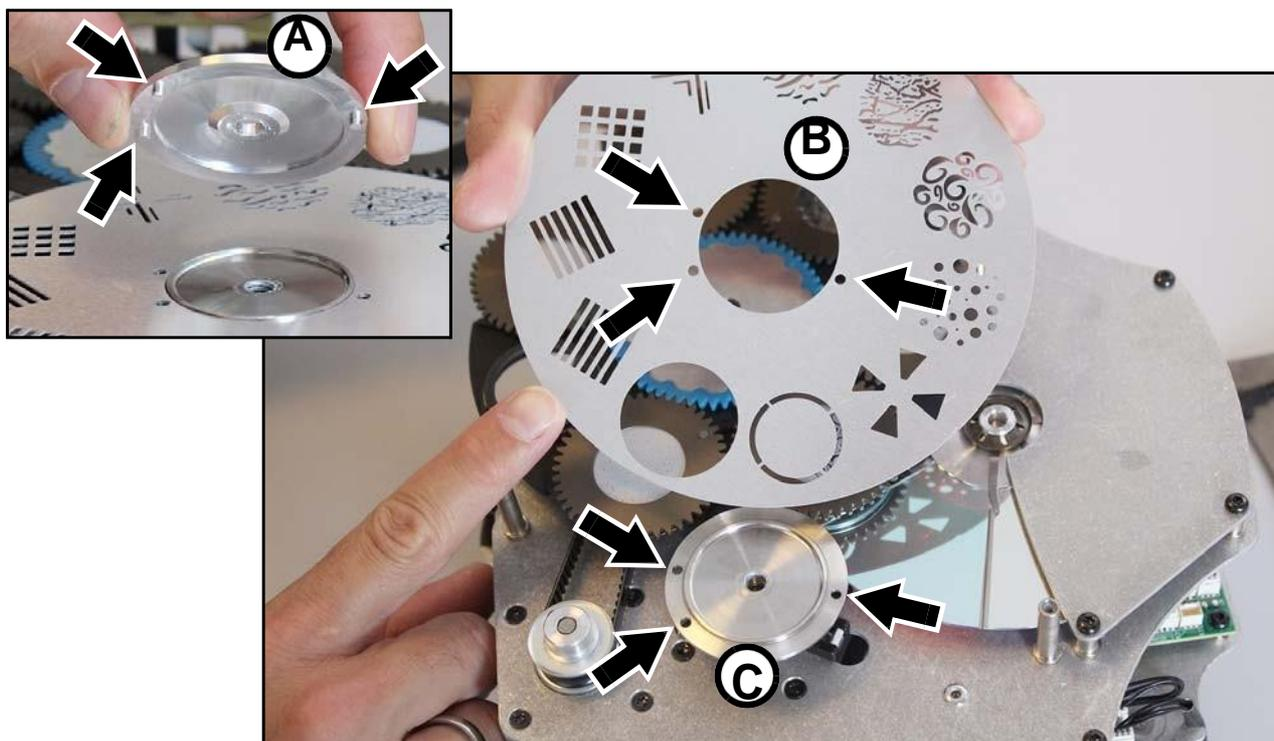

Рисунок 17: Выравнивание колеса статических гобо
5. См. рисунок 17. При установке колеса статических гобо необходимо запомнить положения трех ориентирующих штифтов в диске-фиксаторе из сплава **A**. Штифты необходимо выровнять по трем отверстиям в колесе гобо **B** и трем отверстиям в креплении колеса гобо **C**. Ориентирующие штифты обеспечивают крепление колеса гобо в верном положении и направлении.